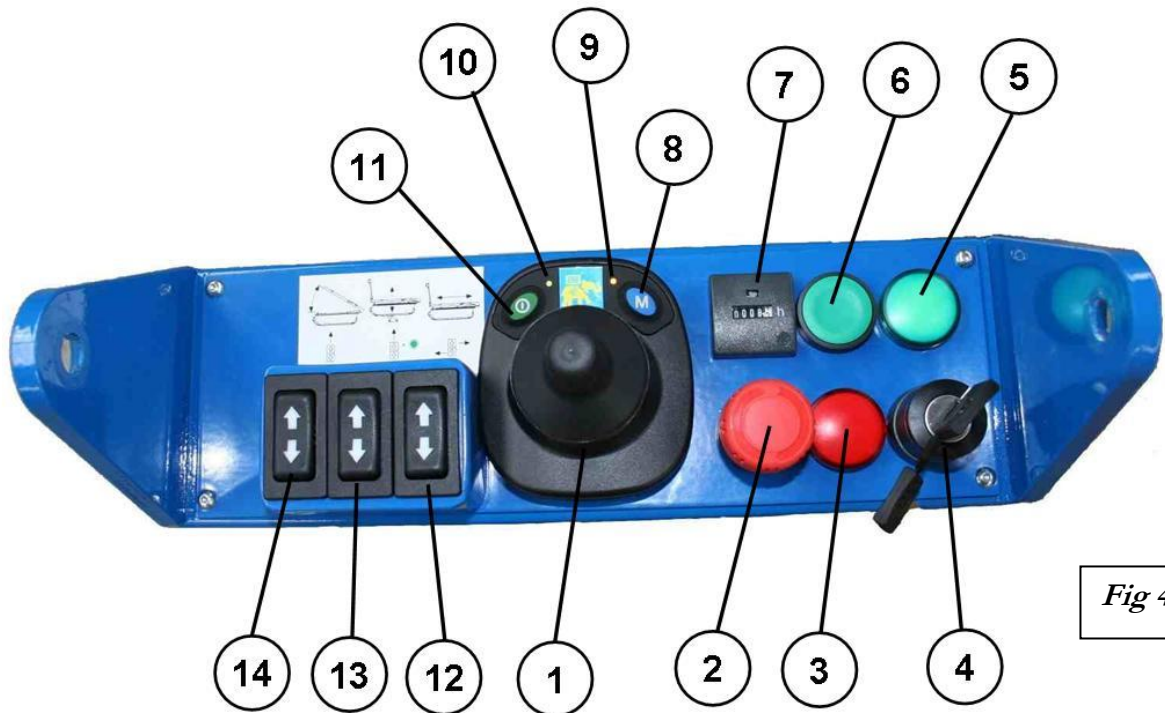

Fig 4.2
Pour vérifier si la charge est bien placée, il suffit d'actionner la commande du chariot élévateur (*Fig. 4.2 Pos. 7*) en la faisant sortir de quelques centimètres et contrôler ensuite la stabilité.
Amenez le plateau au fin de course qui est contrôlé par un micro interrupteur, actionnant le bouton poussoir pour les commandes du plateau (Fig. 4.2 Pos. 12)  "arrière".
Actionnez le bouton poussoir des commandes chariots élévateurs (Fig. 4.2 Pos. 13)  et soulevez le Pianoplan d'environ 2 cm.
- Actionnez le bouton poussoir des commandes chariots élévateurs  (Fig. 4.2 Pos. 13) et abaissez le Pianoplan.
- Actionnez le bouton poussoir pour les commandes inclinaison plateau (Fig. 4.2 Pos. 14)  et inclinez totalement le plateau vertical.
- Actionnez le bouton poussoir des commandes chariots élévateurs (Fig. 4.2 Pos. 13)  et soulevez le Pianoplan d'environ 1 cm.
- Actionnez le bouton poussoir des commandes chariots élévateurs (Fig. 4.2 Pos. 13)  et abaissez totalement les rouleaux. Continuez la manœuvre jusqu'à ce que le témoin lumineux rouge « rouleaux soulevés » (Fig. 4.2 Pos. 3) s'éteigne.
- Actionnez le bouton poussoir des commandes inclinaison plateau vertical (Fig. 4.2 Pos. 14)  et abaissez le plateau.
- Actionnez le bouton poussoir des commandes chariots élévateurs (Fig. 4.2 Pos. 13)  et soulevez le Pianoplan d'environ 4 cm. Contrôlez que tout soit bien stable et, dans ce cas, continuez comme indiqué au point 5.7.